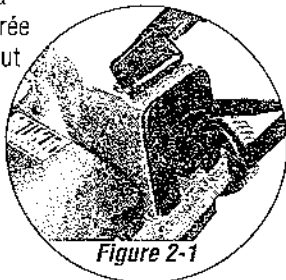
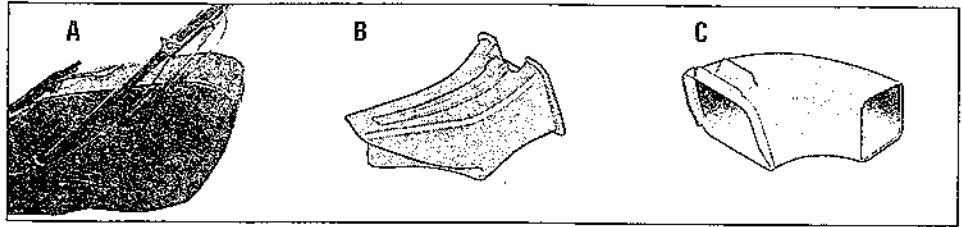

Figure 2-1
Figure 2-2: Accessoires
REMARQUE : La tondeuse est livrée en ayant l'embout de hachage (B, Figure 2-2) installé au niveau de l'orifice d'évacuation (Figure 2-1).
- Accessoire bac de ramassage (A, Figure 2-2).
- Accessoire embout d'évacuation latérale (C, Figure 2-2).
**REMARQUE :** La tondeuse est livrée en mode hacheuse. Ceci signifie que l'embout de hachage est installé sur l'orifice d'évacuation (Figure 2-1) et que la tondeuse est prête à hacher l'herbe coupée.